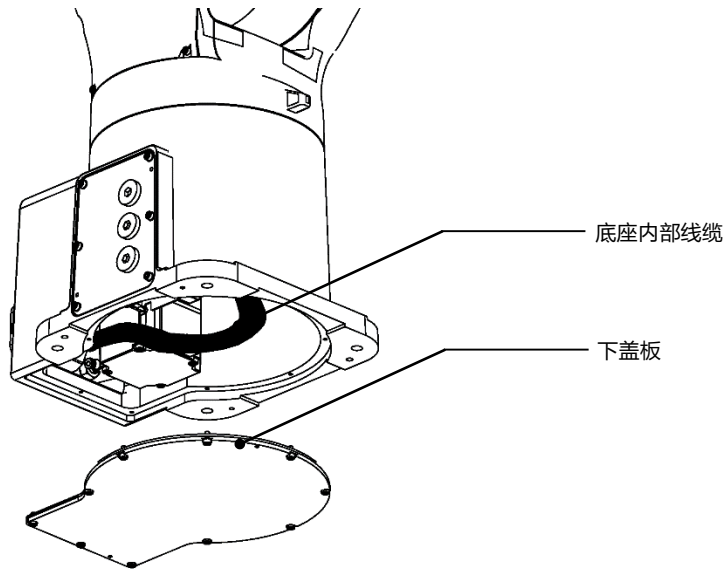

图 9-1 底座内部线缆检修
- 步骤1.** 拆卸下盖板，如图 9-1 所示，可观察到底座内部线缆。